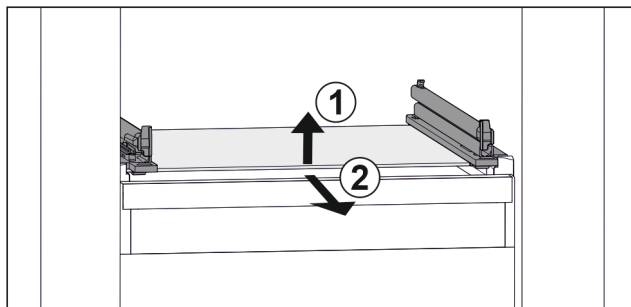

Fig. 73 Příklad znázornění skleněné desky
- ▶ Nadzvedněte skleněnou desku vpředu. Fig. 73 (1)
- ▶ Vyjměte skleněnou desku dopředu. Fig. 73 (2)